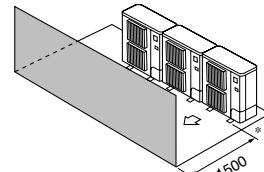

Fig. 2-10
③ Enbart hinder på framsidan (Fig. 2-10)